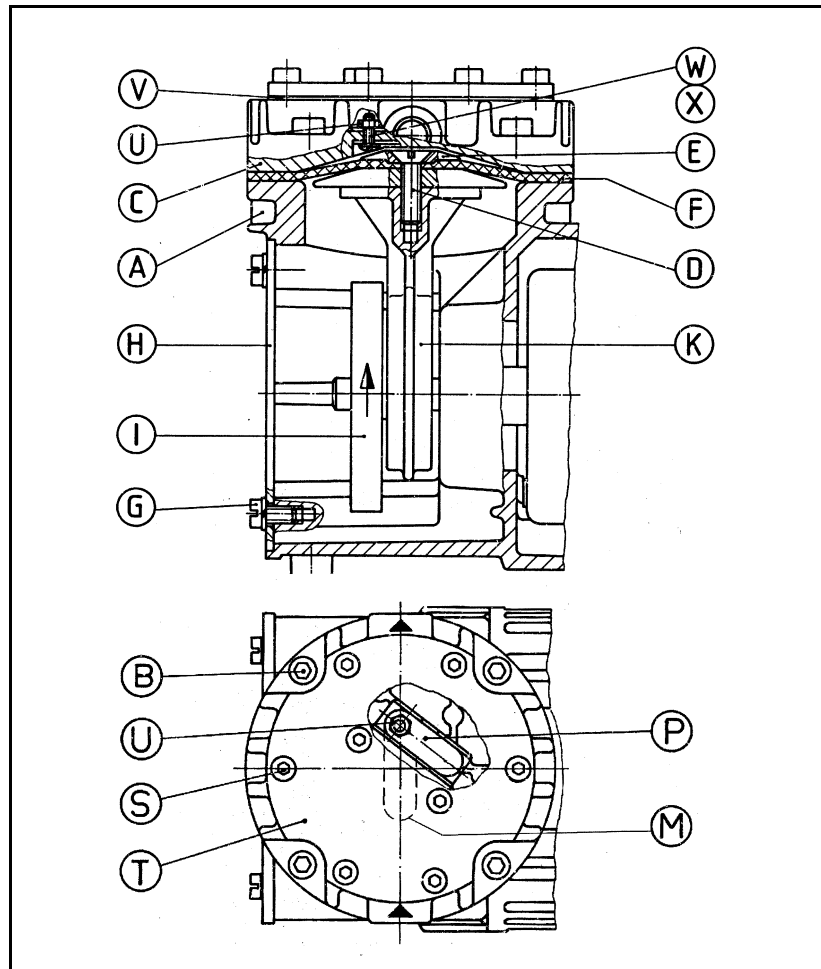

Fig. 6: Pumpenteile für Ausführungen mit Aluminiumkopf
\*\*nach Abb. 6
Gewechselte Membran und Ventildfedern (Ventilplatte)	<ul style="list-style-type: none"> <li>➔ Kopfverschaltung und Schlauchverbindungen auf Dichtigkeit prüfen.</li> <li>➔ Eventuell die Schrauben (B) bzw. (S) (siehe Abb. 6) vorsichtig über Kreuz anziehen.</li> </ul>
\*nach Abb. 6